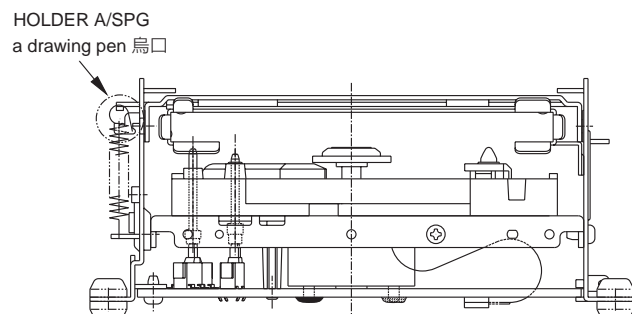
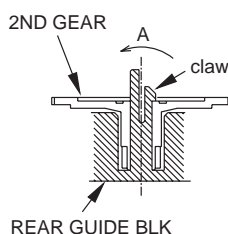
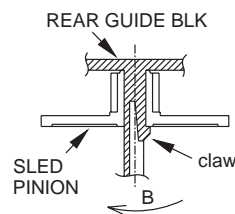

Fig. 6-2
Fig. 6-3
Fig. 6-4
- Reinstall the HOLDER A/SPG ④④ so that its drawing pen faces inward. (Fig. 6-2)
- HOLDER A/SPG ④④ は、烏口が内側に向くように取り付けること。(Fig. 6-2)
1. Remove the HOLDER STOPPER ⑤⑧ and STOPPER SPG ⑤⑦.
2. Press the claw of the REAR GUIDE BLK ⑫ toward A (Fig. 6-3) to remove the 2ND GEAR ⑧.
3. Remove the 1ST GEAR ⑨.
4. Press the claw of the REAR GUIDE BLK ⑫ toward B (Fig. 6-4) to remove the SLED PINION ⑦.
5. Unscrew the 2 screws ⑳ and screw ㉑ to remove the REAR GUIDE BLK ⑫.
6. Remove the SHAFT P/U ⑩ and SPINDLE STABILIZER ⑪.
7. Remove the P/U ASSY ⑩.
8. Unscrew the 3 screws ㉒ to remove the FRONT GUIDE BLK ⑬ and LOCATOR ⑭.
9. Remove the 2ND WORM ⑮ and washer ⑤② to remove the LDG ASSY BLK ⑮ and BUSH ⑥⑥.
10. Remove the SLED MOTOR ASSY ② and LDG MTR ASSY ③.
11. Remove the SW LEVER SPG ②⑩.
12. Remove the SW LEVER ⑤.
1. HOLDER STOPPER ⑤⑧、STOPPER SPG ⑤⑦ を外す。
2. REAR GUIDE BLK ⑫ のツメをA 方向 (Fig. 6-3) に押し、2ND GEAR ⑧ を外す。
3. 1ST GEAR ⑨ を外す。
4. REAR GUIDE BLK ⑫ のツメをB 方向 (Fig. 6-4) に押し、SLED PINION ⑦ を外す。
5. ネジ ⑳ 2本とネジ ㉑ 1本を外し、REAR GUIDE BLK ⑫ を外す。
6. SHAFT P/U ⑩、SPINDLE STABILIZER ⑪ を外す。
7. P/U ASSY ⑩ を外す。
8. ネジ ㉒ 3本を外し、FRONT GUIDE BLK ⑬ と LOCATOR ⑭ を外す。
9. 2ND WORM y、ワッシャー W を外し、LDG ASSY BLK ⑮ と BUSH H を外す。
10. SLED MOTOR ASSY ② と LDG MTR ASSY ③ を外す。
11. SW LEVER SPG ②⑩ を外す。
12. SW LEVER ⑤ を外す。